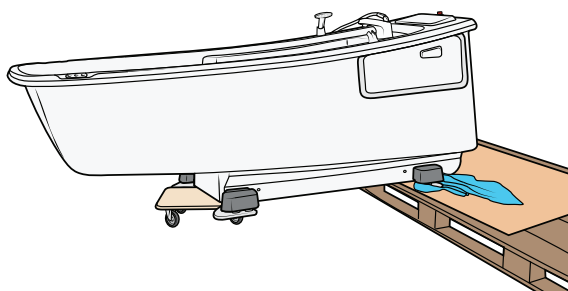

Figure 17
4. Faites pivoter la baignoire à un angle de 90 degrés. Voir Figure 17